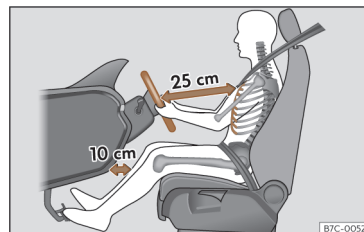

Fig. 15 A separação correta entre o condutor e o volante deve ser de 25 cm no mínimo (10 polegadas).
- Ajuste o volante de modo a ficar a uma distância de, pelo menos, 25 cm (10 polegadas) do esterno >>> **Fig. 15** e a poder segurá-lo com ambas as mãos pelos lados, pela parte exterior, com os braços ligeiramente fletidos.